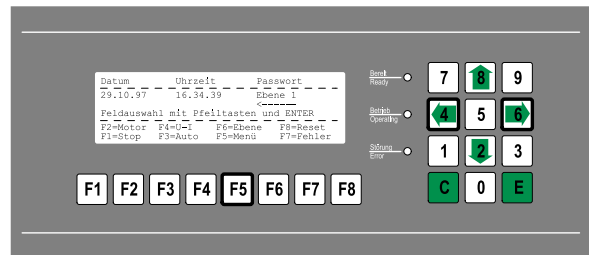

Рис. 13 Отображение меню выбора с помощью функциональной клавиши F5
- Отображение меню выбора с помощью функциональной клавиши F5. Одинарное подчеркивание выбранного поля (Рис. 13).